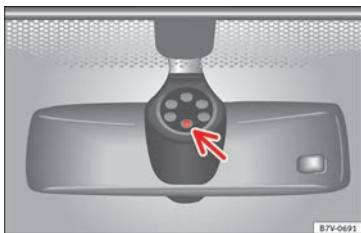

Abb. 68 Sensitive Fläche des Regensensors.
Mögliche Ursachen für Störungen und Fehlinterpretationen *im Bereich der sensitiven Fläche* **»** **Abb. 68** des Regensensors sind u. a.:
- Sensitive Fläche des Regensensors regelmäßig reinigen und Wischerblätter auf Beschädigungen prüfen » Abb. 68 (Pfeil).